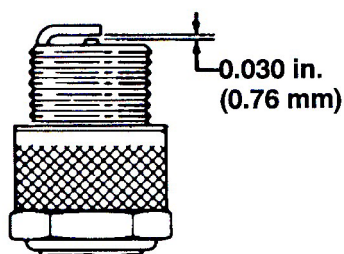

図 39
4. プラグの電極間のエアギャップを約0.76 mm に調整後 (図39)、シリンダヘッドに取り付け、23 Nm (2.3kg.m) でトルク締めする。トルクレンチがない場合は十分に締めつける。